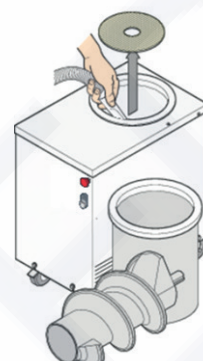

Fig. 8
- solo para el modelo PF-AR300, retire el disco de POM (Fig. 8);